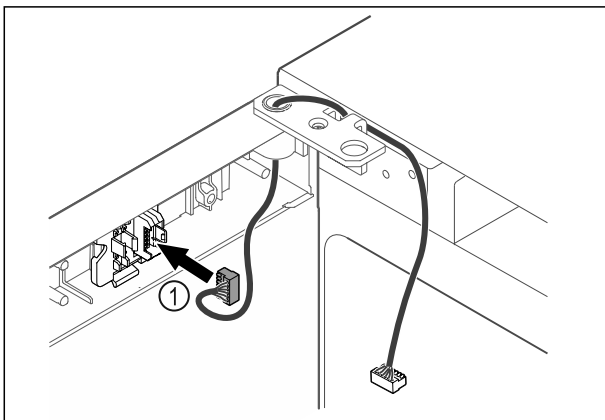

Fig. 59
- ▶ Įkiškite kištuką Fig. 59 (1) į kištuko laikiklį.